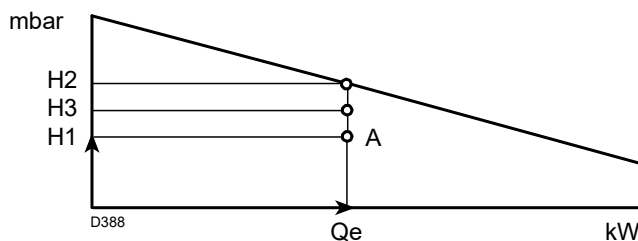

Fig. 3
- 4 Trasați o verticală din punctul A)(Fig. 3) și găsiți presiunea maximă H2 din domeniul de funcționare.
Dacă H3 este mai mare decât H1)(Fig. 3), arzătorul poate furniza capacitatea necesară.